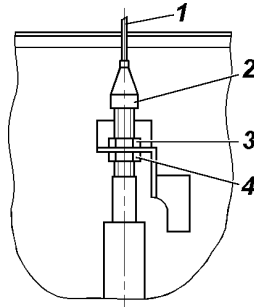

Рис. 9.11. Регулировка привода педали акселератора:
**Привод педали акселератора** (экологический класс 2) в процессе эксплуатации может потребовать регулировки натяжения троса. Для натяжения троса отверните гайку 3 (рис. 9.11) и затяните гайку 4.